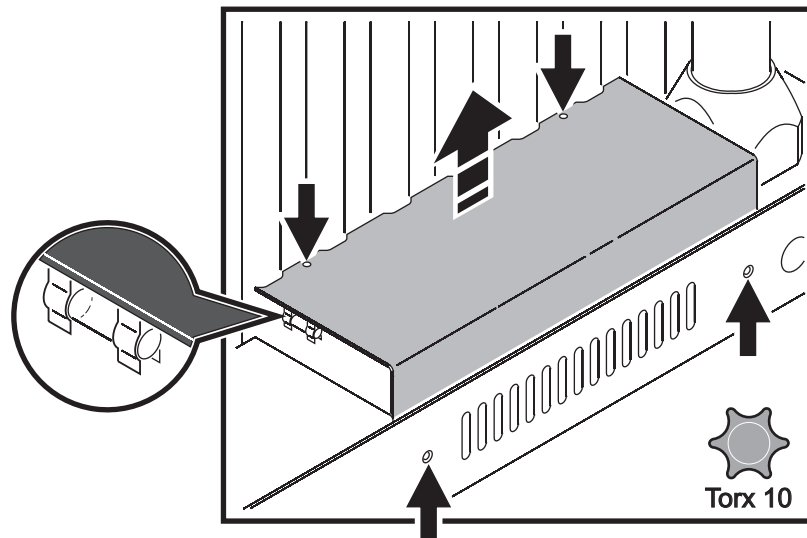

Figura 18: Sustitución del fusible
2. Observar la Figura 18. Extraer los cuatro tornillos (marcados con flechas) de la cubierta de la base para extraer la cubierta suavemente y acceder al fusible. Evitar tirar violentamente de las cubiertas para no dañar el cableado.